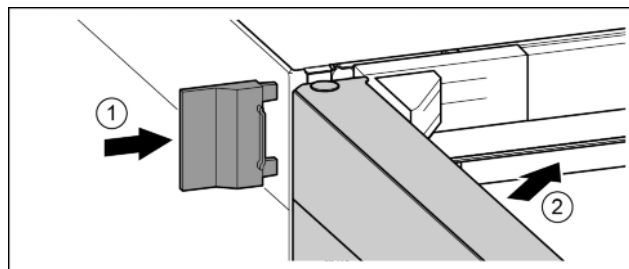

Fig. 23
▶ Vnější kryt nasuňte. Fig. 23 (1)
▶ Zavírejte horní dveře. Fig. 23 (2)